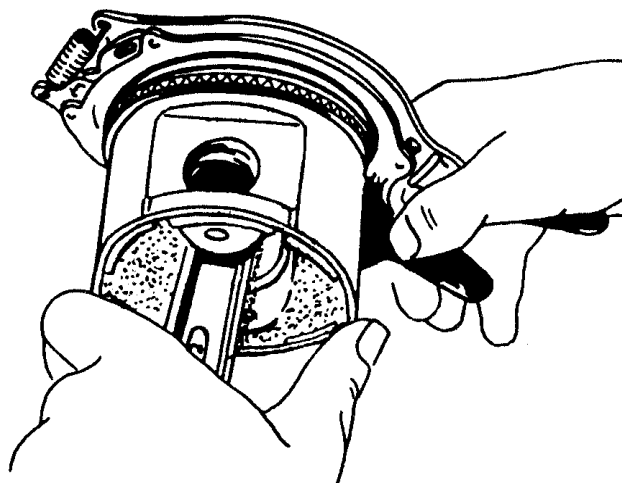

Рис.52. Снятие поршневых колец с поршня приспособлением 5-У-11388
42. Съемником 5-У-11388 снять поршневые кольца с поршней (рис.52) и разложить их в порядке установки.